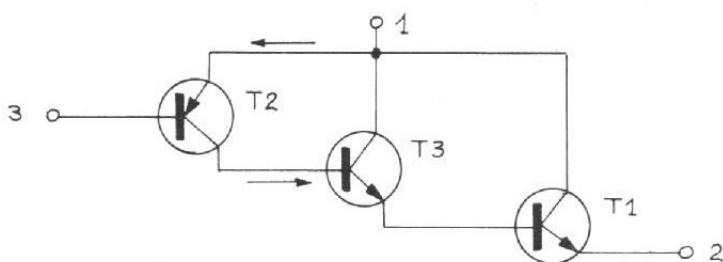

Fig. 3. - Montage équivalent à un transistor unique de puissance de type PNP, dont l'émetteur est en 1, le collecteur en 2 et la base en 3.
En fait, un transistor de puissance monté avec un étage double Darlington, comme indiqué sur la figure 2, est équivalent à un transistor unique, du type NPN, dont le gain en courant est le produit des gains en courant de T_1 , de T_2 et de T_3 , et dont la connexion de base est (3), celle de collecteur (2) et celle d'émetteur (1). Utilisons maintenant pour T_2 un type PNP, monté comme indiqué sur la figure 3. Le courant collecteur de T_2 sort par cette électrode alors que le courant de base de T_3 et de T_1 entre par celles-ci. La tension collecteur-émetteur de T_2 est dans le sens convenable puisque le collecteur de T_1 et de T_3 est positif par rapport à leurs bases, ce qui polarise positivement l'émetteur de T_2 par rapport à son collecteur. A 1,2 V près, la tension collecteur-
émetteur de T_2 est pratiquement égale à celle de T_1 (mais en sens inverse). Le montage de la figure 3 est équivalent à un transistor unique de type PNP, dont le gain en courant est égal au produit des gains en courant des trois transistors. Il convient de noter que ce transistor composite est assez paradoxal puisque son émetteur équivalent est la connexion (1), l'électrode équivalente à son collecteur étant la connexion (2), émetteur de T_1 .
d'un émetteur dans le transistor équivalent au montage de la figure 3 car elle se maintient à un potentiel très peu différent de celui de l'électrode (3).
Si l'on réalise le montage de la figure 3 et qu'on l'examine sur un traçeur de caractéristiques, le réseau de courbes obtenues est exactement celui d'un transistor PNP de fort gain dont l'émetteur serait en (1), le collecteur en (2) et la base en (3).
La ressemblance de l'ensemble avec un transistor de fort gain est encore plus accentuée que dans le cas du montage de la figure 2 : dans ce dernier cas, la différence de potentiel base-émetteur est égale à la somme des tensions base-émetteur de T_1 , de T_2 et de T_3 . Par contre, dans le cas de la figure 3, la tension base-émetteur (entre [3] et [1]) est de l'ordre de 1,2 V, comme dans tout transistor classique au silicium comportant un Darlington.
Le transistor composite de la figure 3 est donc parfaitement identique à un PNP de puissance monté en configuration Darlington.